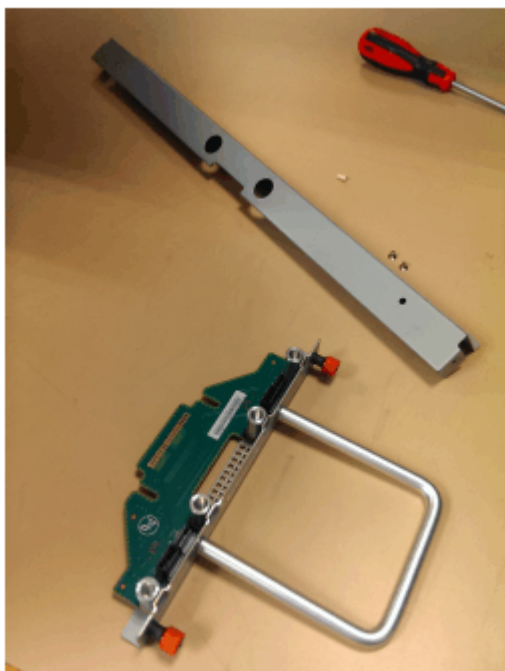

Figure 127. Pièces de carte d'interface de ventilateur retirées du châssis
4. Placez la carte d'interface de ventilateur (illustrée dans la Figure 127, à la page 112) dans un endroit sûr.